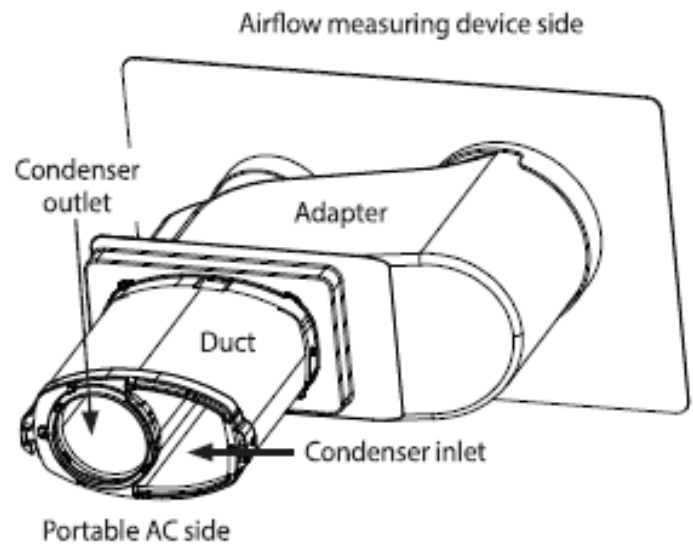

Figure 1: Adapter and Duct Set-up
2. Fixez l'adaptateur au conduit comme illustré sur la figure 1 en insérant les clips du conduit dans le canal de l'adaptateur.